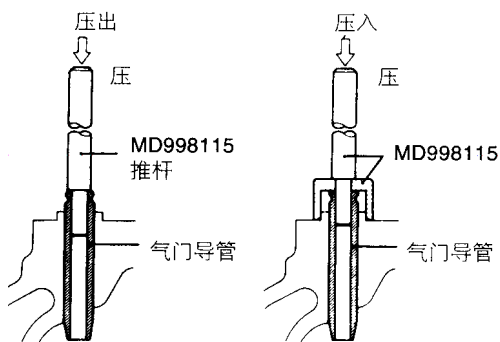

图 2-66 更换气门导管
(1) 如图 2-66 所示，用专用工具和一台压力机，向气缸盖垫片面方向压出气门导管。